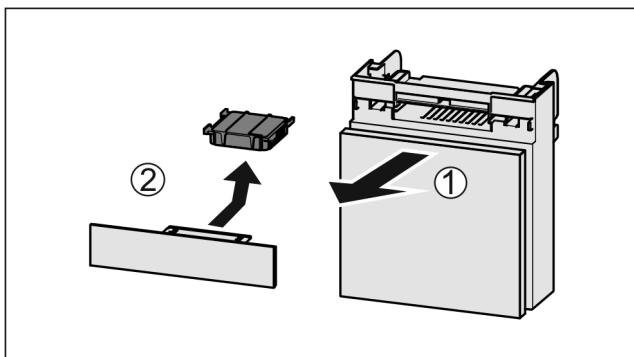

Fig. 155
- Издърпайте Fig. 155 (1) напред отделението.
- Извадете Fig. 155 (2) филтъра с активен въглен.